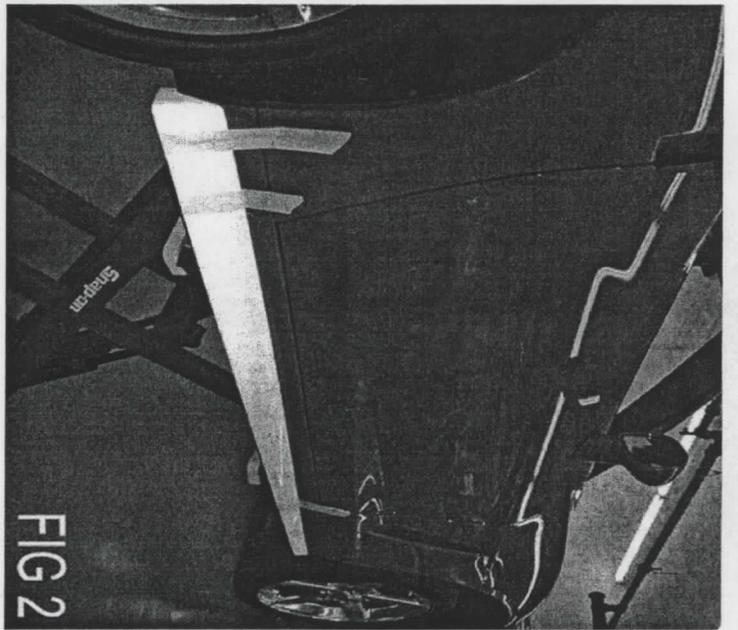

FIG 2
3. UNPACK YOUR NEW ACI SIDE SKIRTS AND LOCATE THE RIGHT SIDE SKIRT, PART # AGK 652; HOLD THE SIDE SKIRT UP TO CAR AND USING 2 INCH MASKING TAPE AND THE 2 FACTORY SCREWS REMOVED IN STEP 2 TO HOLD SIDE SKIRT TO THE CAR. **(FIG.2)**